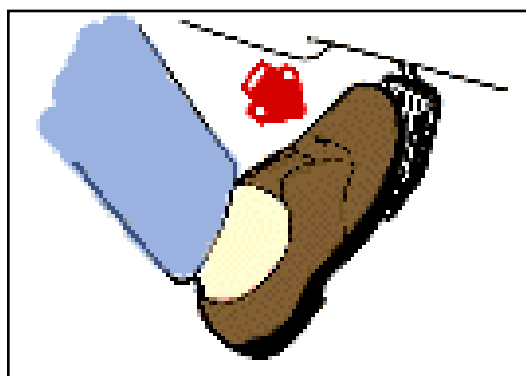

Figura 2.6 Pedal del acelerador
ACELERADOR.- Utilizar el pedal del acelerador, figura 2.6 para hacer aumentar la velocidad del vehículo. Una vez alcanzada la velocidad deseada, colocar la palanca de control de velocidad en la posición SET/COAST (B).